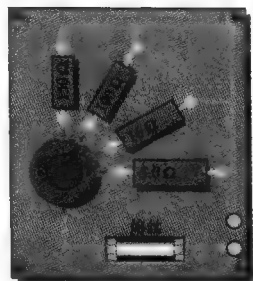

图 3-21 负载测试箱顶视图和印制电路板
3) 指定熔丝并列位置。熔丝必须足以承受预计的最大电流 (1A), 熔丝合理的选择是 1.5 A。最终的设计如图 3-21 所示。要完成整个箱制作, 零件清单包括印制电路板、元件和硬件物品 (箱子、螺丝、旋钮等)。